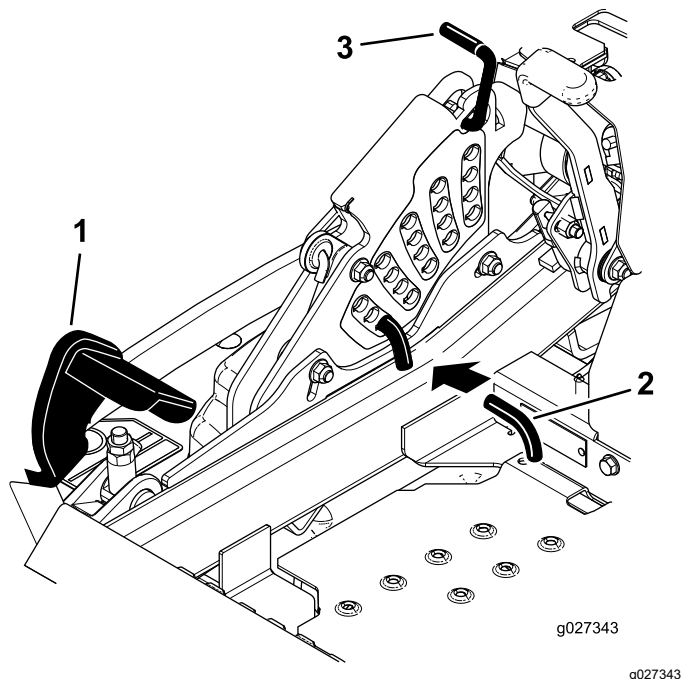

Figure 28
2. Appuyez sur la pédale de levage du tablier avec le pied et levez le tablier en position de transport (qui est aussi la position de hauteur de coupe de 140 mm [5½ po]), comme montré à la Figure 28.
3. Pour changer de hauteur de coupe, tournez la goupille de 90 degrés retirez-la du support de hauteur de coupe (Figure 28).
4. Placez la goupille dans le trou du support correspondant à la hauteur de coupe voulue (Figure 28).